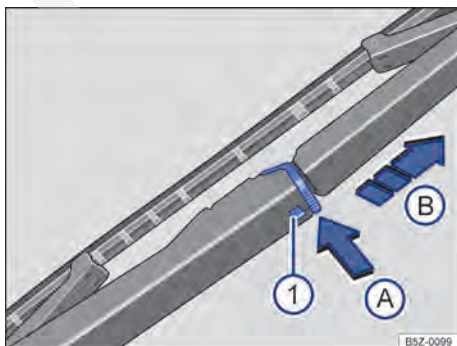

Fig. 134 Substituir a palheta do limpador do vidro traseiro.
- Manter o botão de destravamento → Fig. 134 ① pressionado.
- Pressionar a trava da palheta do limpador do vidro traseiro → Fig. 134, no sentido da seta ①.
- Puxar a palheta do limpador do vidro traseiro → Fig. 134, no sentido da seta ②.
- Introduzir a nova palheta do limpador do vidro traseiro **de mesmo tamanho e modelo** no braço do limpador do vidro traseiro no sentido contrário da seta → Fig. 134 ③ até que ela se trave.